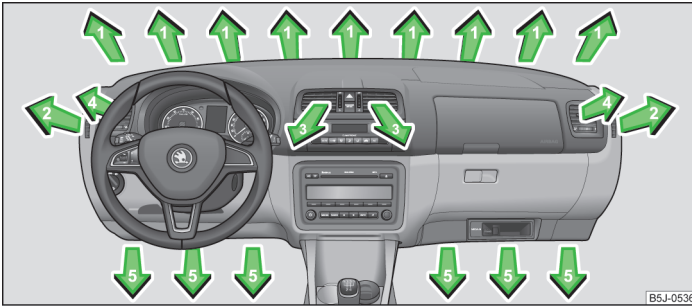
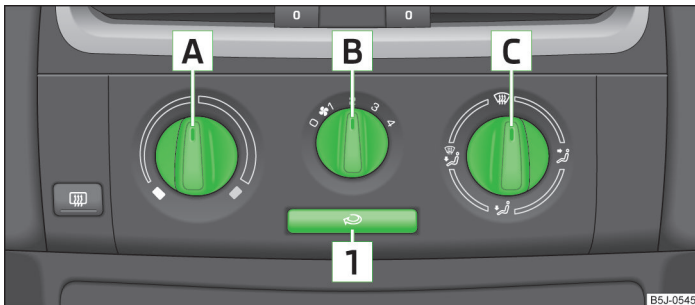

Abb. 81 Luftaustrittsdüsen
Abb. 82 Heizung: Bedienelemente
› Das senkrechte Rad (Luftaustrittsdüsen 3) » Abb. 81 bzw. das waagerechte Rad (Luftaustrittsdüsen 4) in die Stellung drehen.
- › Die waagerechten Lamellen mithilfe des verschiebbaren Verstellers schwenken, um die Höhe der Luftströmung zu ändern » Abb. 81.
Die Luftzufuhr für die einzelnen Luftaustrittsdüsen mit dem Luftverteilungsregler » Abb. 82 auf Seite 78 einstellen. Die Luftaustrittsdüsen 3 » Abb. 81 und 4 können einzeln geschlossen und geöffnet werden.
- › Den Drehregler **A** » Abb. 82 nach rechts drehen, um die Temperatur zu erhöhen.
- › Den Gebläseschalter **B** » Abb. 82 in eine der Positionen 1 bis 4 drehen, um das Gebläse einzuschalten.
- › Mit dem Luftverteilungsregler **C** » Abb. 82 wird die Richtung des Luftaustritts geregelt » Seite 77.
Alle Bedienelemente, außer dem Gebläseschalter **B** » Abb. 82, können auf jede beliebige Zwischenstellung eingestellt werden.
- Bedienelemente **A** » Abb. 82 auf Seite 78, **B**, **C** und die Taste **1**.
- Die Taste **1** » Abb. 82 auf Seite 78 drücken, in der Taste leuchtet die Kontrollleuchte auf.
- Die Taste **1** » Abb. 82 auf Seite 78 erneut drücken, die Kontrollleuchte in der Taste erlischt.
Wenn der Luftverteilungsregler **C** » Abb. 82 auf Seite 78 in die Position gedreht wird, wird der Umluftbetrieb automatisch ausgeschaltet. Durch wiederholtes Drücken der Taste **1** kann auch in dieser Stellung der Umluftbetrieb wieder eingeschaltet werden.